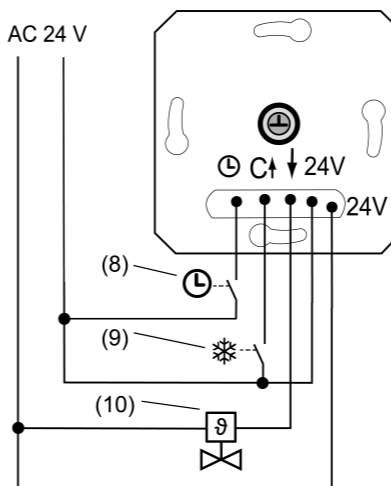

Bild 2: Anschlussbeispiel des Einsatzes
- Elektrothermischen Stellantrieb (10) an Einsatz (1) gemäß Anschlussplan (Bild 2) anschließen. Leiterquerschnitte beachten (Bild 3).
- Optional den Eingang ECO-Betrieb C über einen Schaltkontakt einer Zentraluhr (8) beschalten. Liegen 24 V am Eingang an, wird die eingestellte Solltemperatur, anschließend im Heizbetrieb, um 4 °C reduziert.
- Optional den Eingang Kühlen C über einen Schaltkontakt der Heizungsanlage (9) beschalten. Liegen 24 V am Eingang C an, ist der Kühlbetrieb aktiv. Werden die 24 V abgeschaltet, schaltet das Gerät automatisch in den Heizbetrieb. Nach jedem Umschalten leuchtet die LED für 10 Sekunden in der Farbe der aktuellen Betriebsart.